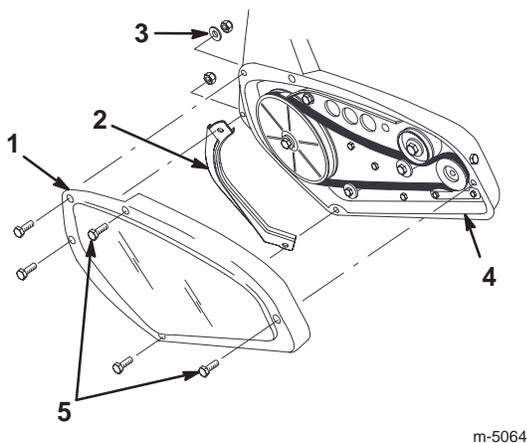

Figure 20
4. Enlevez les deux vis auto-taraudeuses, les trois vis d'assemblage, une rondelle et les trois contre-écrous qui fixent le couvercle au châssis de la déneigeuse (Fig. 20). Mettez le couvercle de la courroie d'entraînement de côté.
5. Déposez la protection gauche de la turbine (Fig. 20) et mettez-la de côté pour l'installation au point 10.